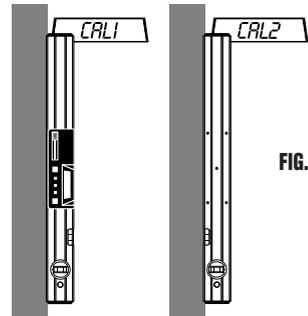

FIG. 5
Step 6: Turn SMARTTOOL™ with the display facing away from you, along its long axis (the plumb vial is still at the bottom, but the level vial is now against the flat vertical surface.) Wait 10 seconds. Push the CALIBRATE button for 2 seconds until CAL2 appears on the display. (see fig. 5)
Paso 6: voltee el medidor de nivel sobre su eje vertical para que el visualizador digital quede alejado de usted, (con la ampolleta de plomada aún hacia abajo, pero con la ampolleta de nivel contra la superficie vertical plana). Espere 10 segundos. Presione el botón CALIBRADOR por 2 segundos hasta que en el visualizador digital aparezca CAL 2 (vea la Fig. 5)